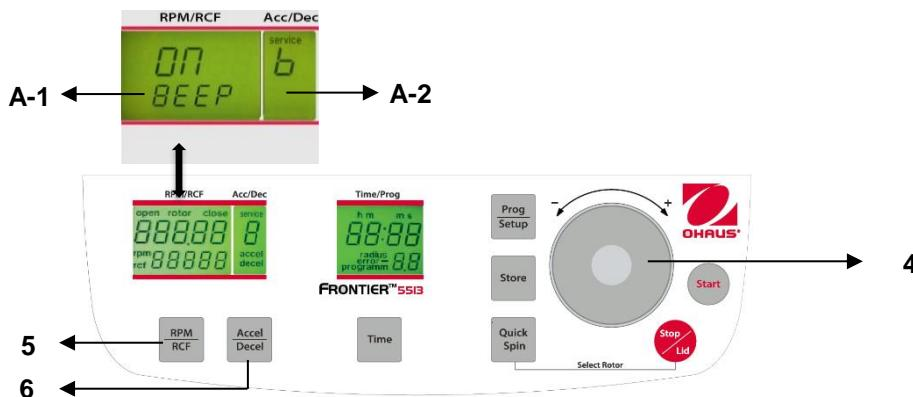

Figura. 33
Procedere come descritto al punto 4.1.2 per inserire questa modalità programma e poi premere il tasto **"Accel/Decel"** (6). Sul display **"Acc/Dec"** (A-2) lampeggia la parola **"Service"**. Selezionare adesso la lettera **"B"** con la quadrante di regolazione (4). Di conseguenza, sul display **"RPM/RCF"** (A-1), appare la parola **"ON/BEEP"**. Dopo aver premuto il tasto **"RPM/RCF"** (5), è possibile selezionare il suono tastiera con la quadrante di regolazione(4). (Vedere figura 33)